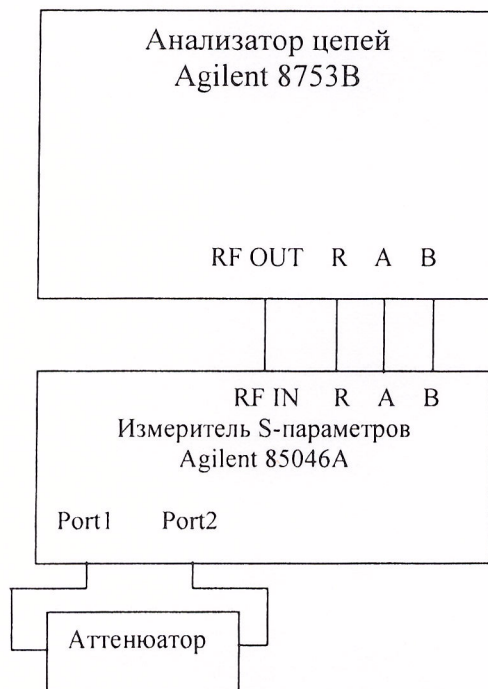

Рис. 8.1
8.2.1 Собрать схему согласно рис. 8.1.
8.3.1.4 Собрать схему согласно рис. 8.1. Произвести измерения аналогичные пп.6.4.2 – 6.4.3. Сравнить полученные характеристики с соответствующими характеристиками, измеренными в пп.6.4.2 – 6.4.3.